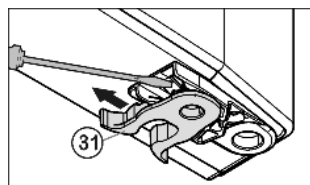

Fig. 7
- ▶ Premještanje opružne stezaljke Fig. 7 (31): Pritisnite osigurač prema dolje, prevucite opružnu stezaljku preko njega.